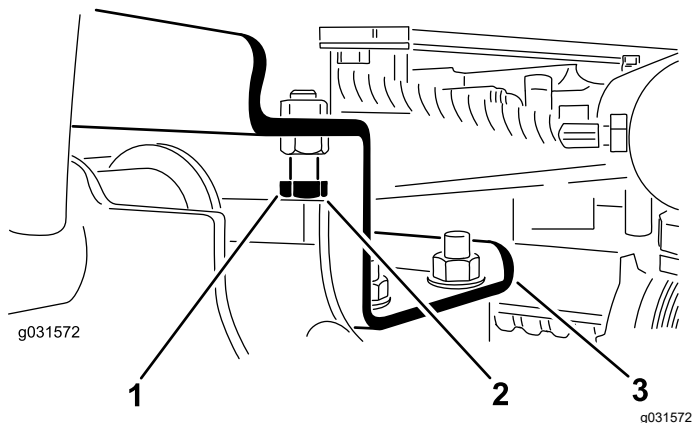

Figura 8
A. Afloje los pernos de tope (Figura 8).
2. Compruebe que la holgura entre cada brazo de elevación y el perno de tope es de 0.13 a 1.02 mm (0.005 a 0.040"), como se muestra en la Figura 8.